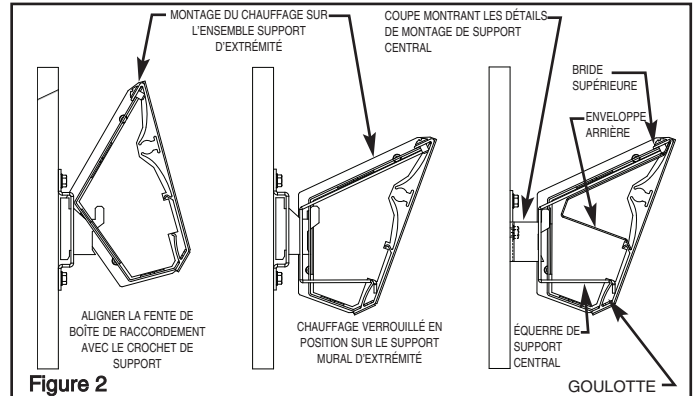

Figure 2
4. Pour monter l'appareil de chauffage intégré, fixez l'équerre de support central au milieu du support mural central, en inclinant le chauffage vers l'arrière et en permettant à la fente du dessus de tomber dans le crochet du support comme montré en Figure 2. Fixez les boîtes de raccordement à l'extrémité des supports muraux de la même façon. Verrouillez le chauffage en place vers l'avant.
4. Pour monter l'appareil de chauffage intégré, fixez les équerres de support centrales au milieu des supports muraux centraux, en inclinant le chauffage vers l'arrière et en permettant à la fente du dessus de tomber dans le crochet du support comme montré en Figure 2. Fixez les boîtes de raccordement à l'extrémité des supports muraux de la même façon. Verrouillez le chauffage en place vers l'avant.